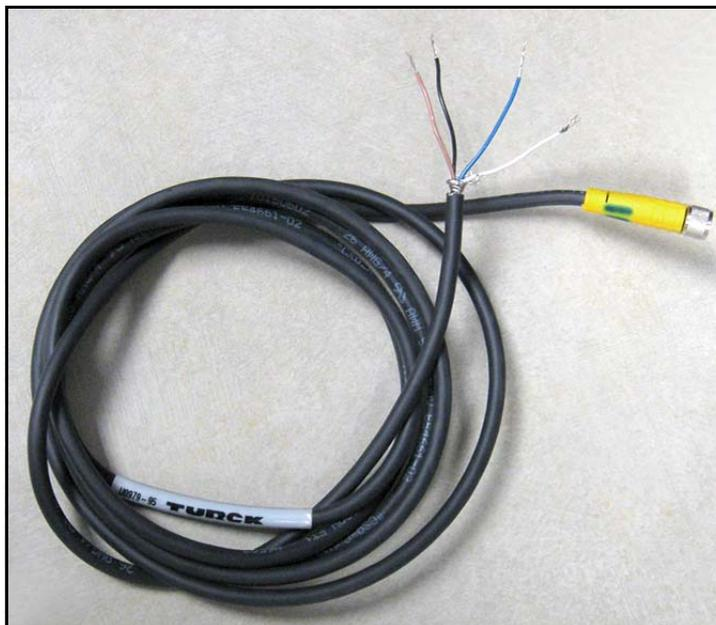

図 26 : 4 芯 IQ.probe プロープケーブル
1. プロープケーブルのコネクタの付いた端をプローブに挿入し（下の図 26 を参照）、コネクタのリングを動かなくなるまで時計回りに回します。